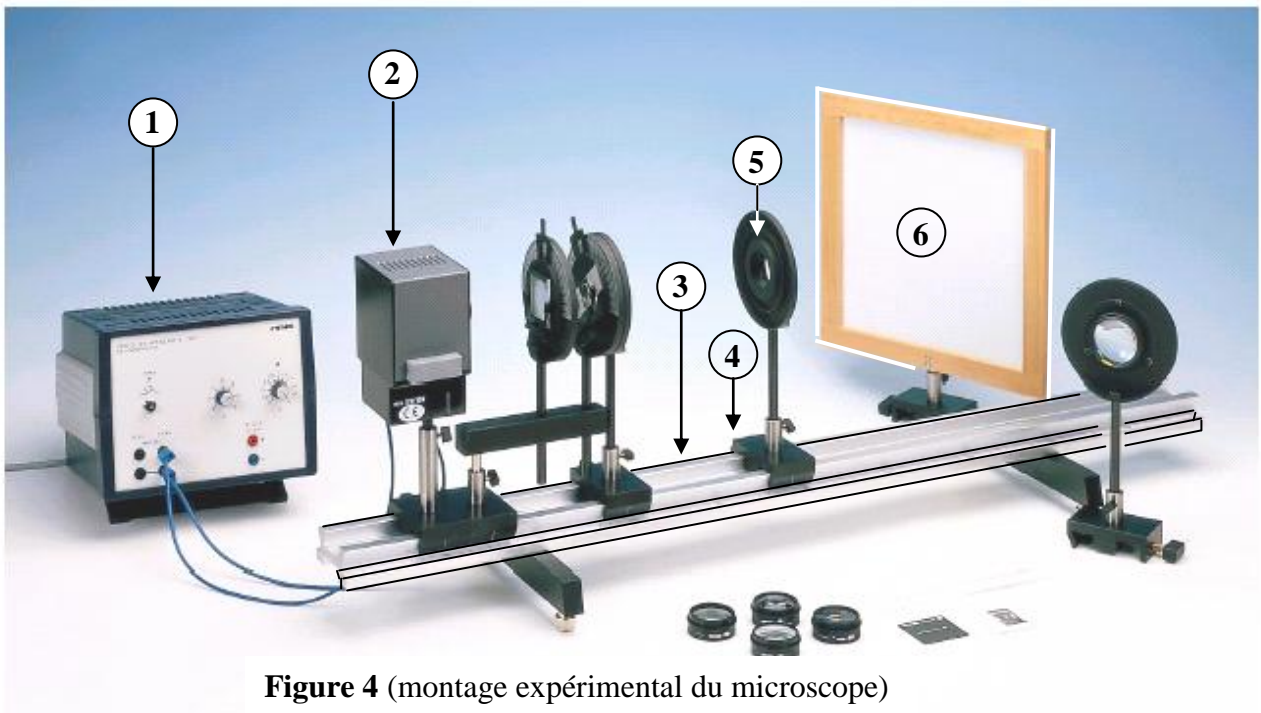

Figure 4 (montage expérimental du microscope)
Le dispositif expérimental (figure 4) est composé d'une alimentation (1) reliée à une source lumineuse (2) par des fils de connexion. Sur un banc optique (3) coulissent des cavaliers (4), qui portent des objets, des lentilles (5) et un écran (6). Sur chaque cavalier, il y a un repère (trait blanc) : il sert à mettre l'objet, la lentille ou l'écran devant une graduation précise de la règle du banc optique.
Un exemple d'un montage expérimental est montré sur la figure 4. Immédiatement devant la source lumineuse, on met un condenseur double (deux lentilles accolées) pour avoir un faisceau de lumière presque parallèle. **Ne pas le déplacer durant toute la manipulation.**